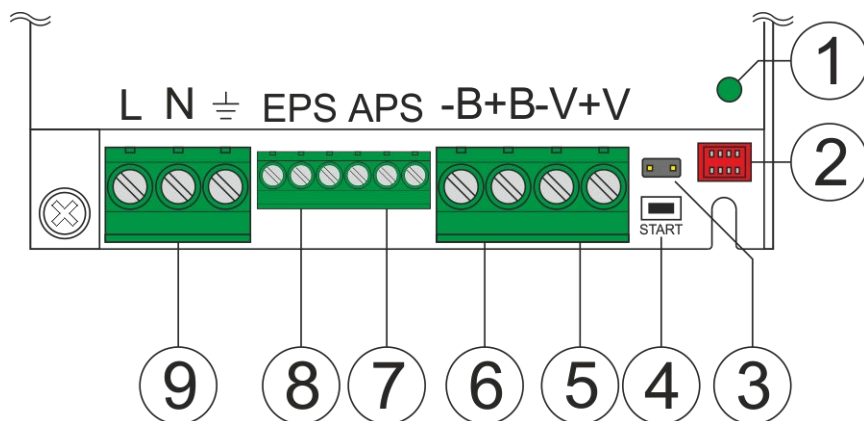

Fig. 2. Vue du module d'alimentation électrique
Tableau 2. Éléments et connecteur du bloc d'alimentation (voir fig. 2).
- **coupeure du courant 230 V** : LED AC (Fig. 2 niveau 5), sortie technique EPS après 30 s